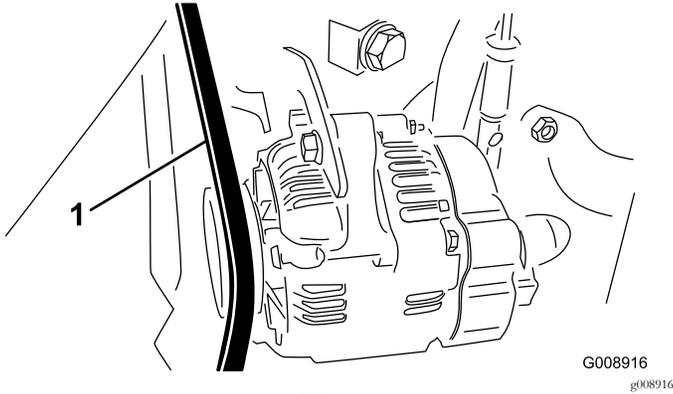

图71
2. 检查发电机/风扇皮带张紧力的方法使用 30N·m 的力按压交流发电机和曲轴箱皮带轮之间的皮带中间位置 图71。